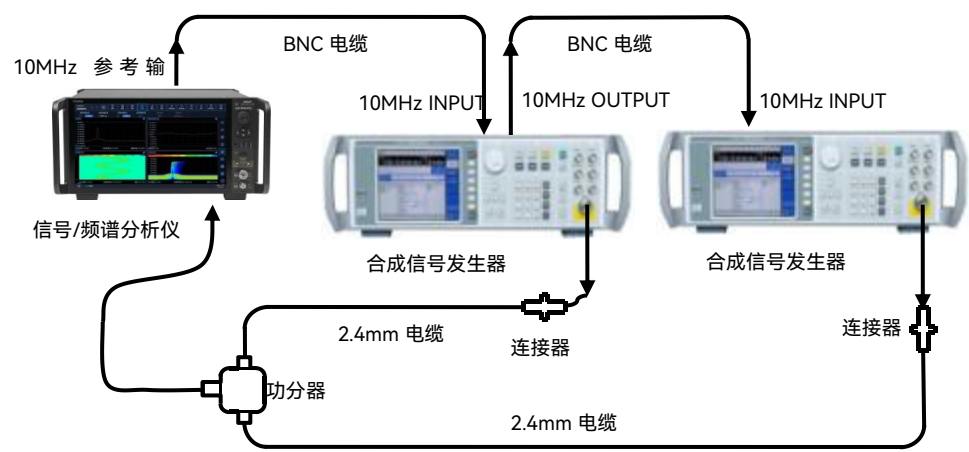

图 7.9 射频输入 1 端口频宽准确度测试示意图
- 1) 如图 7.9 连接仪器，复位 4082，设置 4082 为两台合成信号发生器提供频率参考。经过功分器合路之后接入 4082 的射频输入 1 端口。